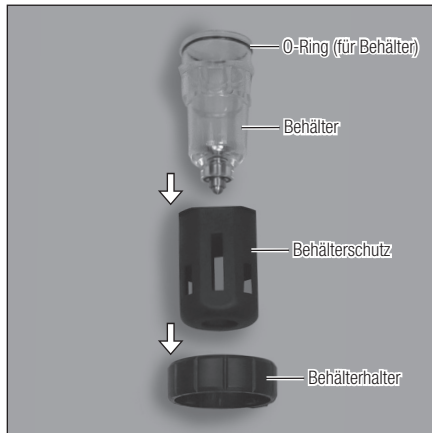

Abb. 37
- 10) Führen Sie den Behälter in den Behälterschutz ein und führen Sie ihn in den Behälterhalter ein (Abb. 37).